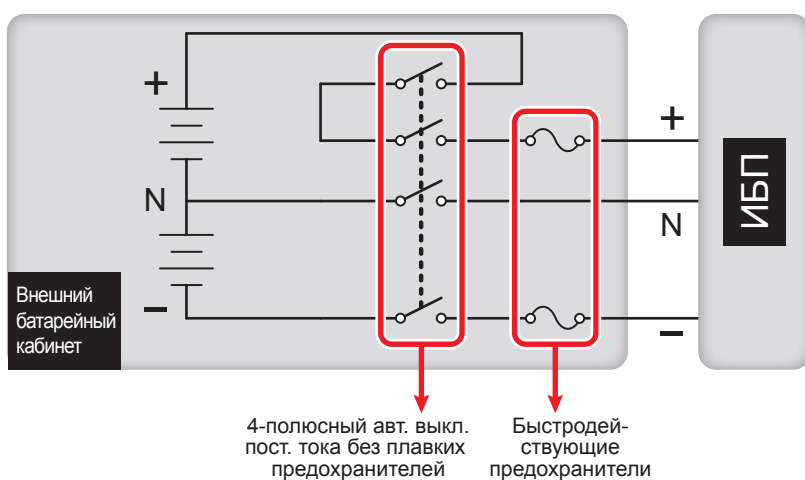
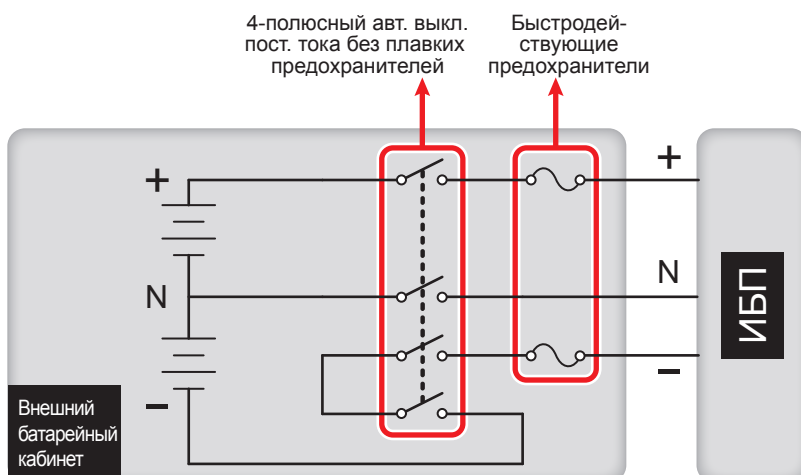

Рис. 6-17. Установка 4-полюсного автоматического выключателя постоянного тока и быстродействующих предохранителей (I)
Рис. 6-18. Установка 4-полюсного автоматического выключателя постоянного тока и быстродействующих предохранителей (II)
- Необходимо использовать 4-полюсный автоматический выключатель постоянного тока (без встроенных предохранителей). На один полюс разрешается подавать постоянное напряжение 250 В, на два последовательно включённых полюса – 500 В, на три – 750 В пост. тока. При установке 4-полюсного автоматического выключателя постоянного тока и быстродействующих предохранителей между ИБП и блоком внешних батарей сторонних производителей руководствуйтесь *рис. 6-17* и *рис. 6-18*.